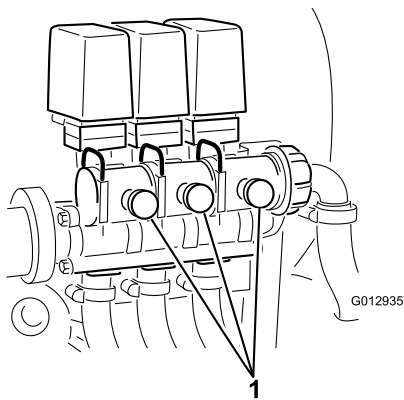

Рисунок 30
12. Отрегулируйте перепускной клапан стрелы (Рисунок 30) на клапане управления стрелой так, чтобы показание давления по манометру стало таким же, каким оно было в пункте 9.